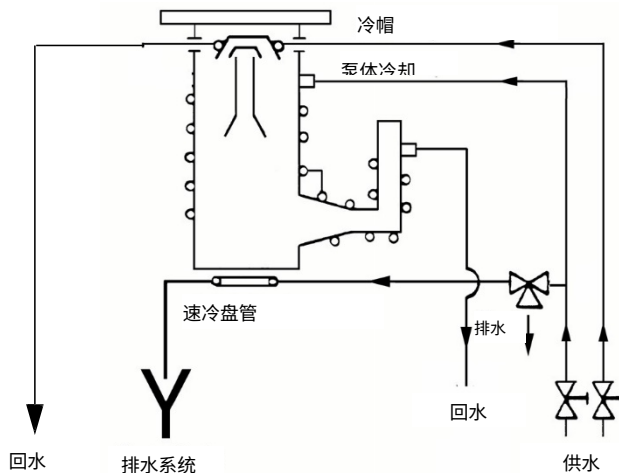

图 10 HS-32/NHS-35 冷却水的连接
- 6 检查注油塞和放油塞以及油位窗的密封性。请参阅相应的示意图 - 图7至图10。施加轻到中等扭矩，使其在外观上能够压紧垫圈。
当在低压（低于 1×10^{-6} Torr）条件下运行时，可以通过跨接位于前级管道弯管处的冷却盘管来降低极限压力，如图 10 所示。该过程提高了前级管道的温度，并为返回油池的泵油提供了额外的脱气，从而使较低的压力成为可能。